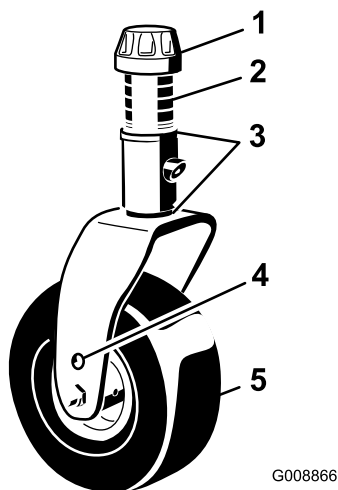

Figura 3
2. Posizionate gli assali delle ruote orientabili negli stessi fori su entrambe le forcelle. Fate riferimento a Figura 3 per determinare i fori adeguati all'impostazione voluta.
3. Togliete il cappuccio di tensione dall'asse del perno (Figura 3) ed estraete il perno dal braccio della ruota orientabile. Montate i due spessori (3 mm) sull'asse del perno come erano montati in origine. Questi spessori servono per ottenere un livellamento sull'intera larghezza degli apparati di taglio. Mettete il numero opportuno di distanziali da 13 mm sull'asse del perno,